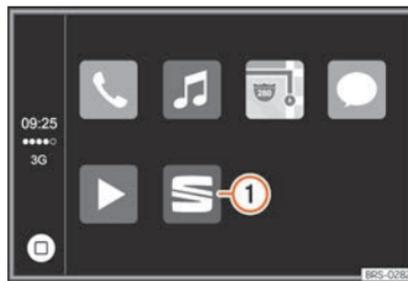

Fig. 220 Menu principal Apple CarPlay™
- À partir du service Apple CarPlay™, appuyez sur la touche de fonction » » fig. 220 ① pour accéder au menu principal de Full Link.